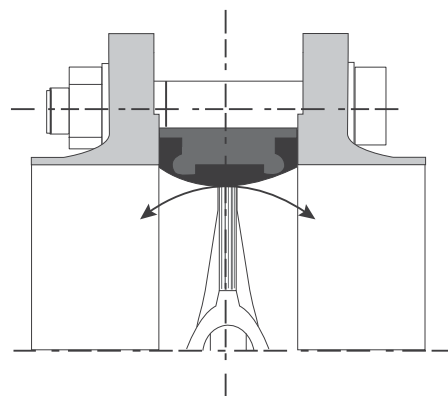

Figura 2: Installazione non corretta
- Tenuta in cattivo stato tra la guarnizione di chiusura e il disco della valvola a farfalla (vedere figura 2).